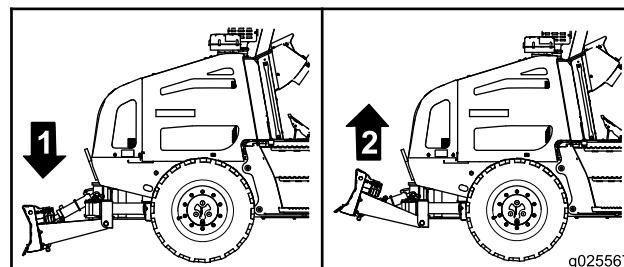

Bild 55
- Absenken des Planierschilds: Bewegen Sie den Joystick nach vorne (Bild 55).
- Anheben des Planierschilds: Bewegen Sie den Joystick nach hinten (Bild 55).